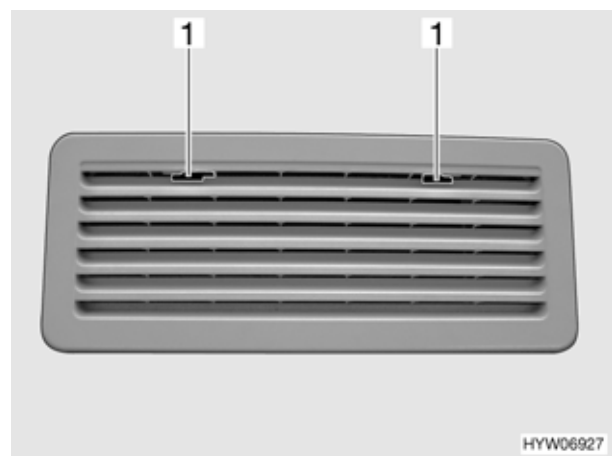

Bild 120 Kühlschrank-Lüftungsgitter (Variante 2)
- Arretierung (Bild 120,1) zur Mitte schieben.